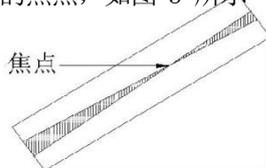

图 3：激光调焦示意图 2
c) 使激光低功率输出，保持 Z 轴高度不变，移动 Y 轴，或者运行程序经过三角块，此时在三角块上面会出现烧熔的痕迹，而烧熔最小点即为激光的焦点，如图 3 所示